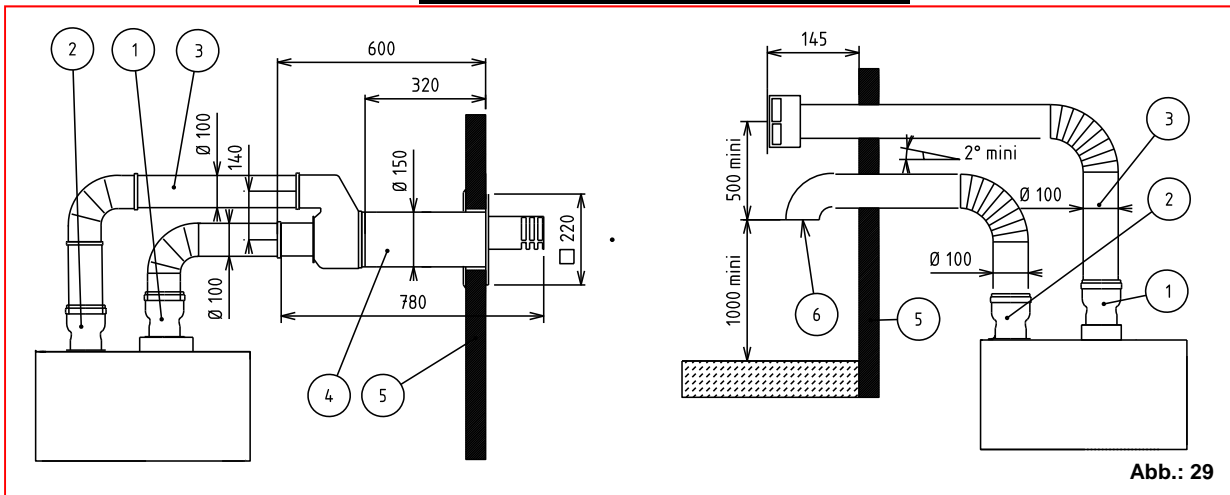

Abb.: 29
Bei der Ausführung **Typ B**, muss das Gitter (1) entfernt und der Abgasstutzen (2) gemäß Abbildung 29 montiert werden. Bei Entnahme der Verbrennungsluft aus dem Aufstellraum muss dies ohne Gefahren möglich sein.